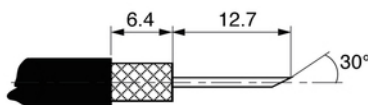

Fig. 3
- Dénuder le câble comme ci-dessous (Fig. 3)